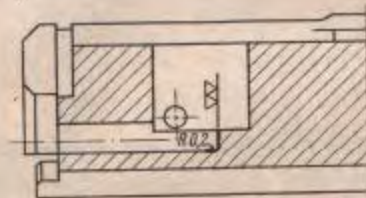

Рис. 35. Зачистка опорной плоскости под боек в затворе
(II) При выступании исправного бойка над дном чашечки затвора менее 1,115 мм зачистить опорную плоскость под боек в затворе (рис. 35), сняв минимальный слой металла.